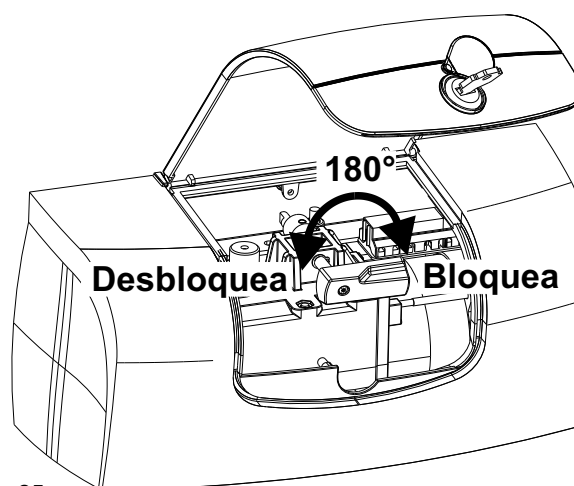

Fig. 25
- Girar a izquierda la palanca de desbloqueo rojo de 180° en sentido antihorario, Fig.25.
- Girar la palanca de desbloqueo rojo de 180° en sentido horario, Fig.25.